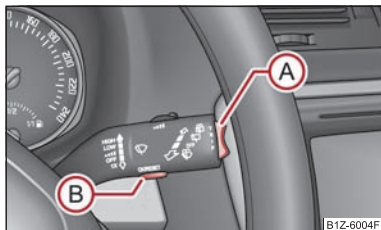

Fig. 19 Display multifunzione: Comandi
La commutazione delle memorie si effettua con il tasto **(B)** ⇒ fig. 19 sulla leva del tergicristallo.
Il tasto basculante **(A)** ed il tasto **(B)** sono disposti nell'impugnatura della leva del tergicristallo ⇒ fig. 19.
Se la temperatura esterna scende sotto i +4°C, prima del valore della temperatura viene visualizzato il simbolo di un fiocco di neve (avvertimento per fondo stradale gelato) e viene emesso un segnale acustico. Dopo aver premuto il tasto basculante **(A)** sulla leva del tergicristallo ⇒ fig. 19 compare l'ultima funzione visualizzata.
Sul display compare il tempo trascorso al volante dall'ultima cancellazione della memoria. Se si intende misurare il tempo di guida a partire da un determinato momento, occorre azzerare previamente la memoria a partire da quel momento premendo il tasto **(B)** sulla leva del tergicristallo ⇒ fig. 19 per più di 1 secondo. ▶
Sul display compare la distanza percorsa dall'ultima cancellazione della memoria ⇒ pag. 18. Per calcolare la distanza percorsa a partire da un preciso momento, cancellare la memoria con il tasto **(B)** ⇒ pag. 19, fig. 19 sulla leva del tergicristallo nel momento in cui si desidera iniziare il cronometraggio.
Sul display è indicata la velocità media in km/h dall'ultima cancellazione della memoria ⇒ pag. 18. Per misurare la velocità media in un determinato arco di tempo, cancellare la memoria all'inizio della nuova misurazione con il tasto **(B)** sulla leva del tergicristallo ⇒ pag. 19, fig. 19.
- Con l'interruttore **(A)** ⇒ pag. 19, fig. 19 selezionate voce del menu **Avviso in caso di superamento della velocità**.
- Impostate il limite di velocità desiderato con l'interruttore (A), ad es. 50 km/h.
- Confermate il limite di velocità impostato con l'interruttore (B), oppure aspettate 5 secondi fino al salvataggio automatico del valore impostato (smette di lampeggiare).